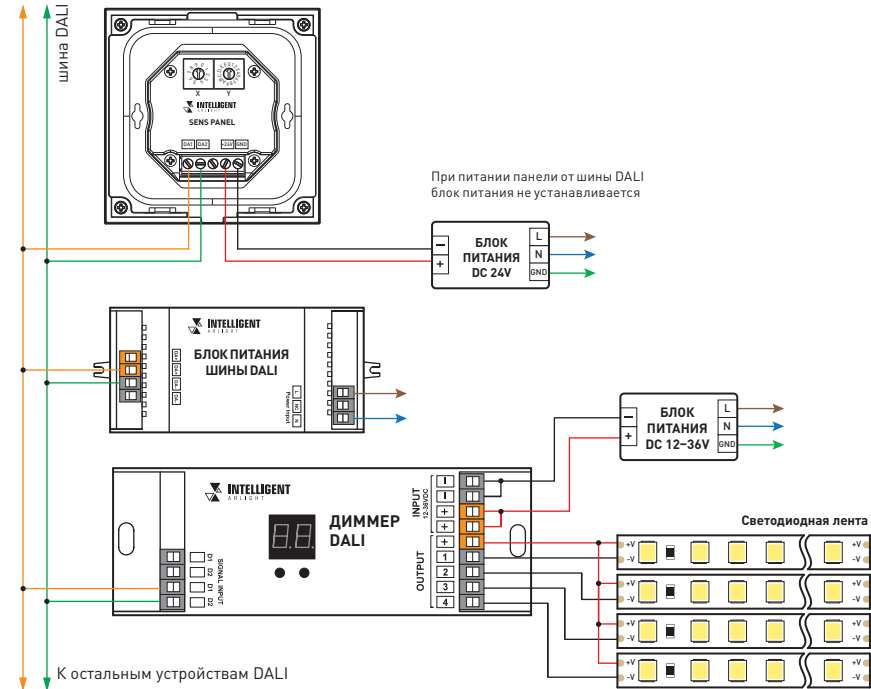

Рис. 3. Подключение сенсорной панели
- Подключите панель в соответствии со схемой рис. 3.